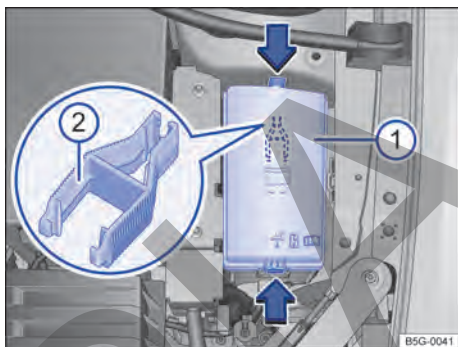

Fig. 170 En el compartimiento del motor: cubierta ① de la caja de fusibles con pinza de plástico ②.
- Presionar las trabas en el sentido de la flecha → fig. 170 ⓘ, para desbloquear la cubierta de la caja de fusibles.
En el lado interno de la cubierta de la caja de fusibles en el compartimiento del motor puede haber una pinza de plástico → fig. 170 ⓘ para retirar los fusibles.